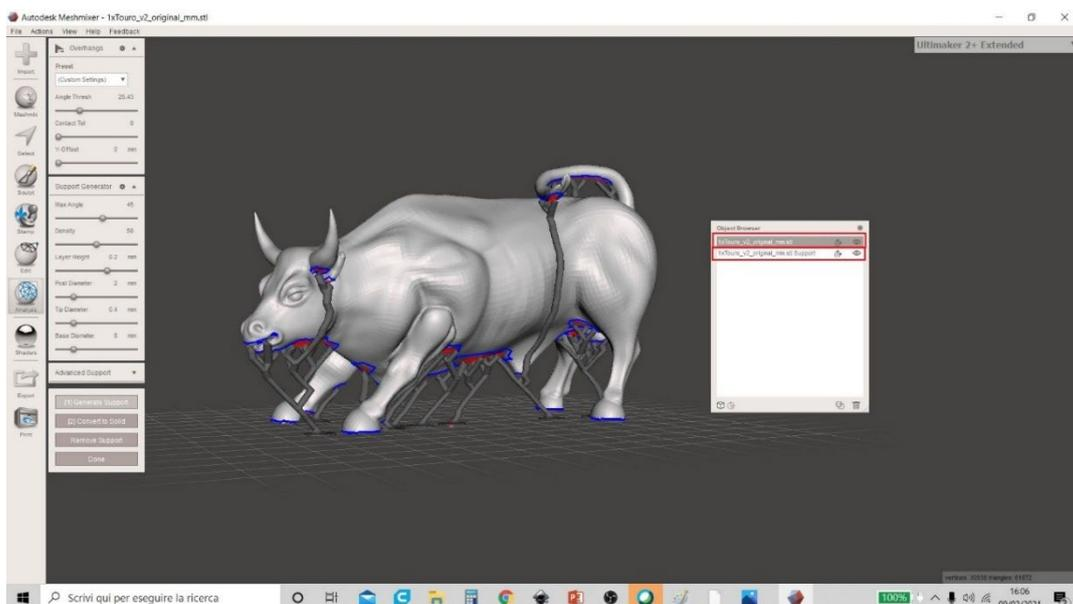

Figura 34 Meshmixer
9. Al final de la operación, se mostrará una tabla que muestra los modelos presentes en el área de trabajo. Se puede ver que en este punto los modelos se convierten en dos: el modelo original y el material de soporte (indicado con el nombre del modelo original seguido de "Soporte" que es considerado por el software como una entidad separada). Figura 34 Meshmixer muestra la tabla con los nombres de los dos modelos.